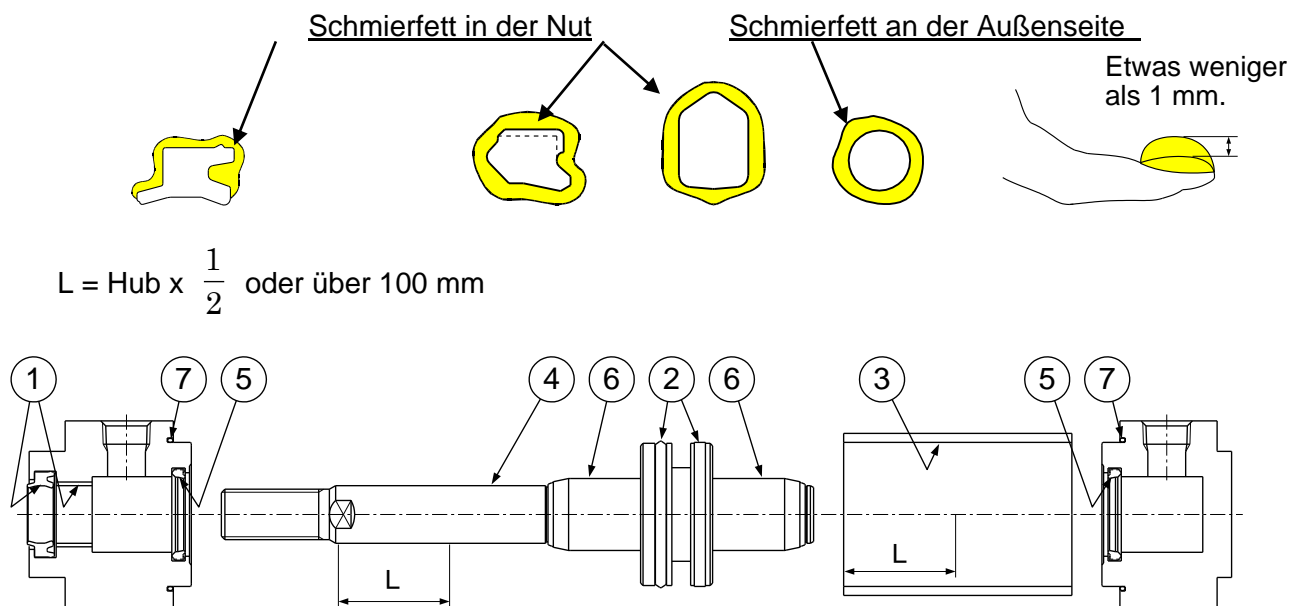

Abb. 7 Positionen zum Auftragen von Schmierfett
Die in Abb. 7 dargestellten Positionen müssen geschmiert werden. Die Schmierfettmenge für einen Zylinder mit Hub 100 ist in nachstehender Tabelle 7 angegeben. Die mit dem Zeigefinger aufgenommene Menge entspricht ca. 3 g.
1) Abstreifer, Dämpfungsdichtung (Abb. 7, ①⑤)
2) Kolbendichtung (Abb. 7, ②)
3) Zylinderohrdichtung (Abb. 7, ⑦)